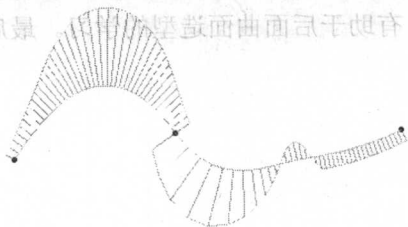

图1-7 斜率连续
- 斜率连续性：对于曲线的斜率连续，要求曲线在端点处连接，并且两条曲线在连接点处具有相同的切向并且切向夹角为 0° 。对于曲面的斜率连续，要求曲面在边线处连接，并且在连接线上的任何一点，两个曲面都具有相同的法向。斜率连续通常称为 G1 连续，如图 1-7 所示。